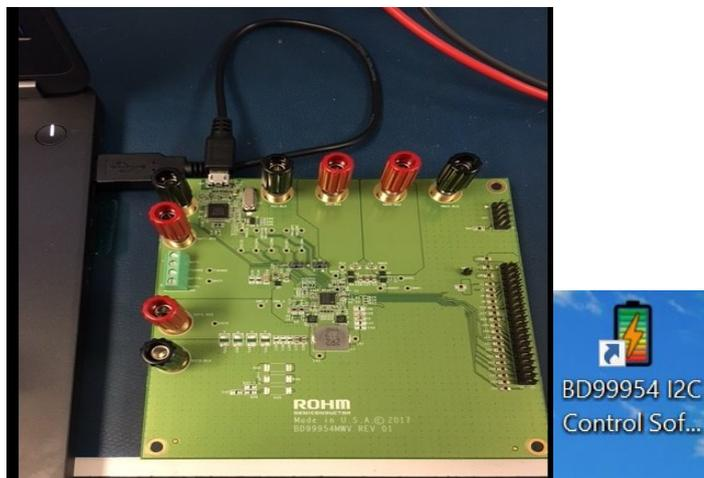

図 9.USB-I2C 間通信の構成とデスクトップショートカット
4. USB-I2C 間通信については、図 9 に示したように USB マイクロコネクタを備えた USB ケーブルで設定します。
3. USB-I2C 間通信については、図 9 に示したように USB マイクロネクタを備えた USB ケーブルで設定します。